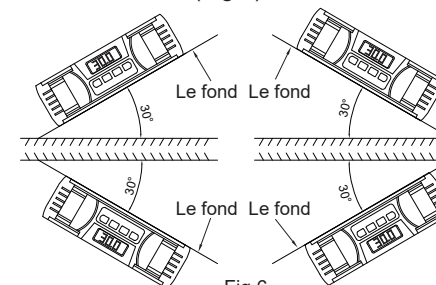

Fig.6
8. L'instrument peut être utilisé dans 4 orientations, l'écran se retourne lorsque la partie inférieure est orientée vers le haut (Fig.6).